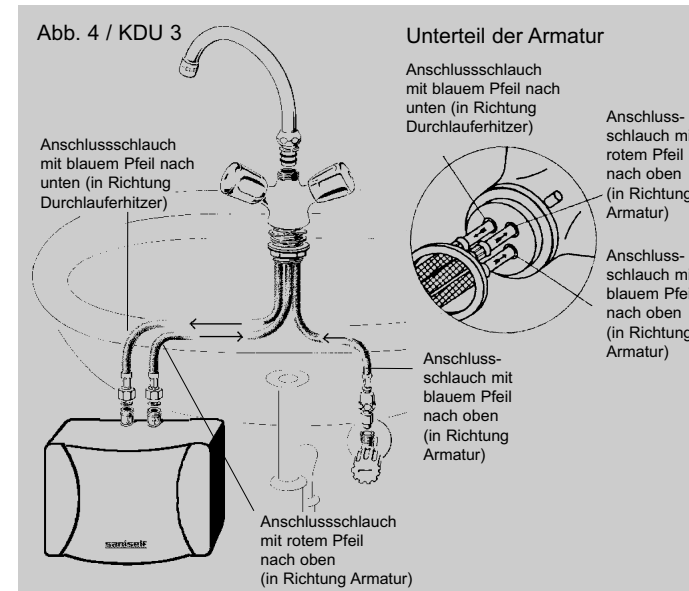

Abb. 4 / KDU 3
- Das Gerät muss gemäß den untenstehenden Installationskizzen (Abb. 4 und 5) installiert werden. Beim Untertischgerät KDU 3 müssen die Wasseranschlüsse senkrecht nach oben zeigen. Beim Übertischgerät KDO 3, müssen die Wasseranschlüsse senkrecht nach unten zeigen.
Fließwasserdruck zu gering	Wassermengeneinstellung prüfen (siehe Abbildung 4), Eckventil weniger drosseln, Strahlregler einsetzen